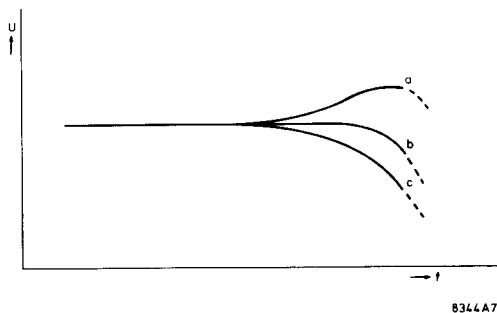

Fig. 18
- Bei Frequenzen höher als 6300 Hz soll der Frequenzgang ungefähr der in Abb. 18 gezeigten Kennlinie b entsprechen. Die Nachverzerrung soll $\leq 3 \%$ bei 1 kHz (100 % Modulation) sein.